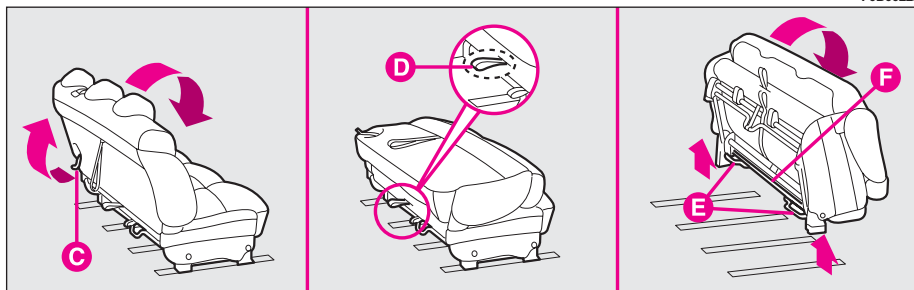

fig. 38
**Position en “petite table” fig. 38**
**Position en “portefeuille” fig. 38**
**Dépose de la banquette fig. 38**